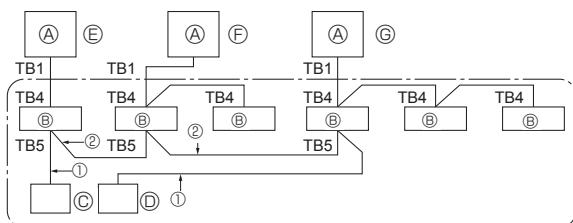

Fig. 9-1
9. Systemkontrol (Fig. 9-1)
| 9. Systemkontroll (Fig. 9-1) | 16 |